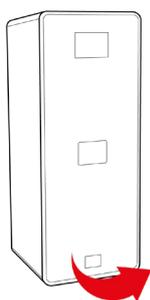

Fig. 1-1
- 1) Rimuovere il pannello frontale in plastica, afferrandolo dalla maniglia posta nella parte inferiore, vedi Fig. 1-1.